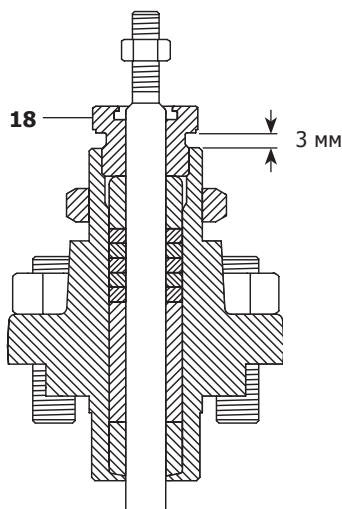

Рис. 28
- ii) Графитовое уплотнение: пока не будет достигнут зазор в 3 мм между гайкой и крышкой клапана (см. рис. 28)